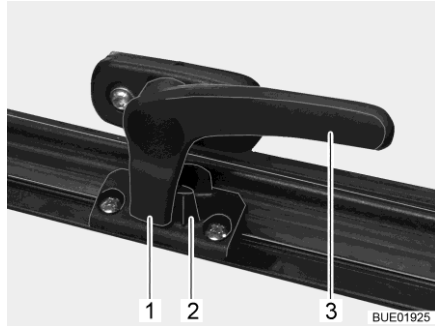

Fig. 11 Palanca de bloqueo en la posición "cerrada"
- Girar la palanca de bloqueo (Fig. 11,3) un cuarto de vuelta hacia la mitad de la ventana.
- Girar la palanca de bloqueo (Fig. 11,3) un cuarto de vuelta hacia el marco de la ventana. El saliente de bloqueo (Fig. 11,1) se encuentra en la cara interior del bloqueo de la ventana (Fig. 11,2).
- En la posición "cerrada fijamente" (Fig. 11).